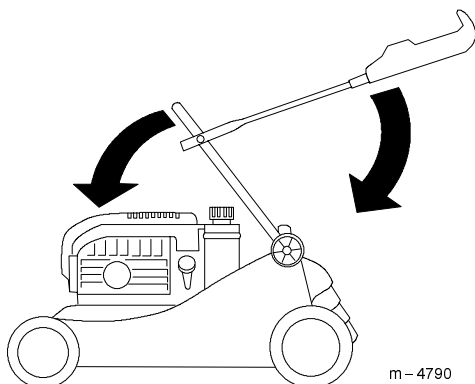

Abbildung 32
3. Den unteren Griffstangenteil vorsichtig nach vorne schwenken, bis er auf dem Motor aufliegt (Abb. 32).
4. Vorsichtig den oberen Griffstangenteil nach hinten schwenken, bis er flach aufliegt (Abb. 32).